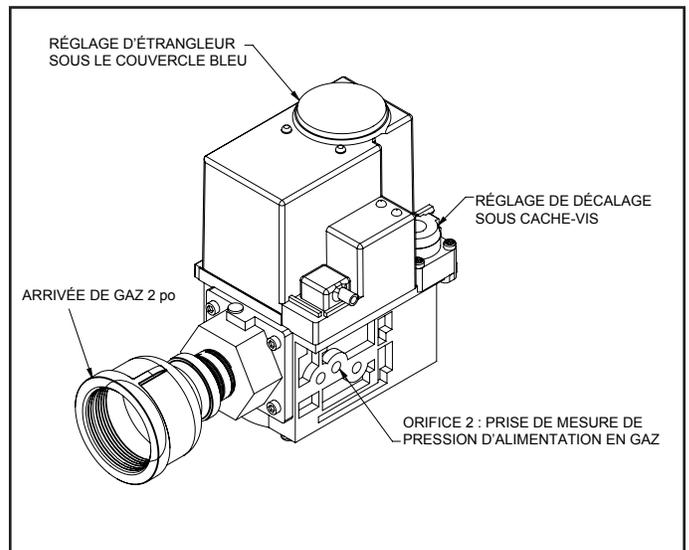

Figure 34. Emplacement de la prise de mesure de pression d'alimentation du gaz
4. Attendre cinq (5) minutes que tout gaz résiduel soit dissipé.
5. Raccorder le manomètre à la prise de pression de gaz d'alimentation sur la vanne de gaz. Voir **Figure 34**.